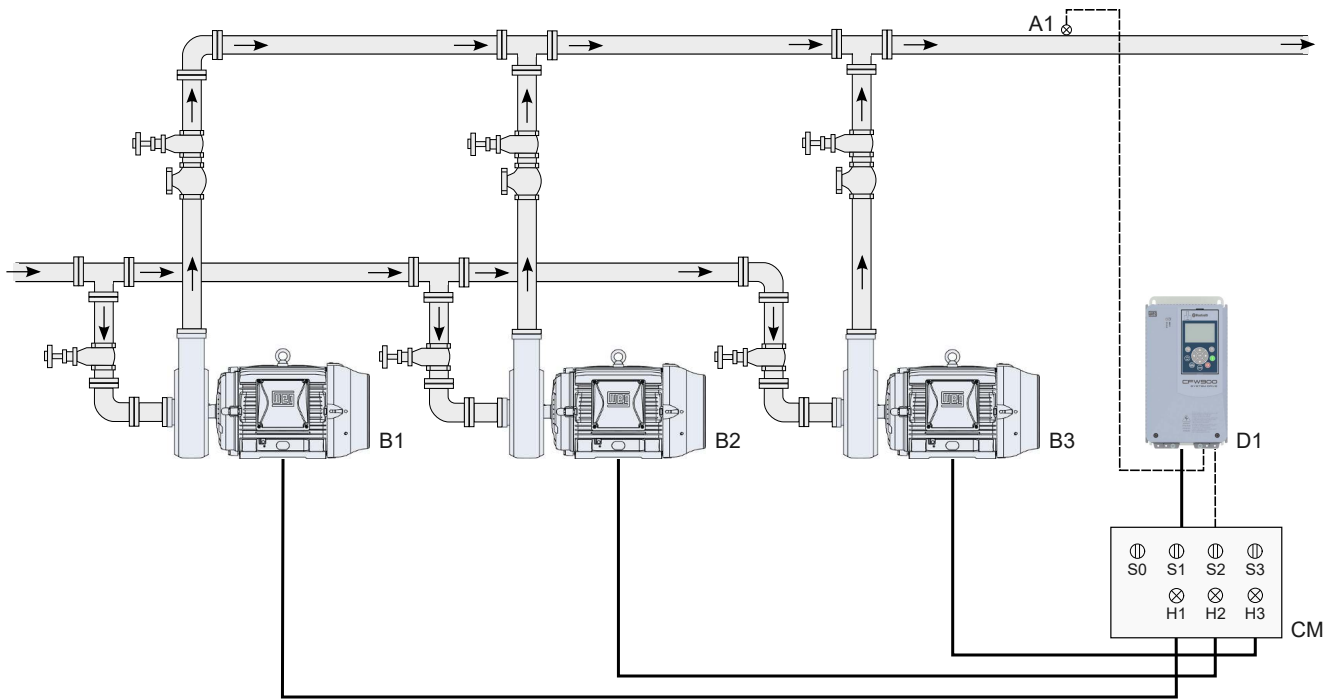
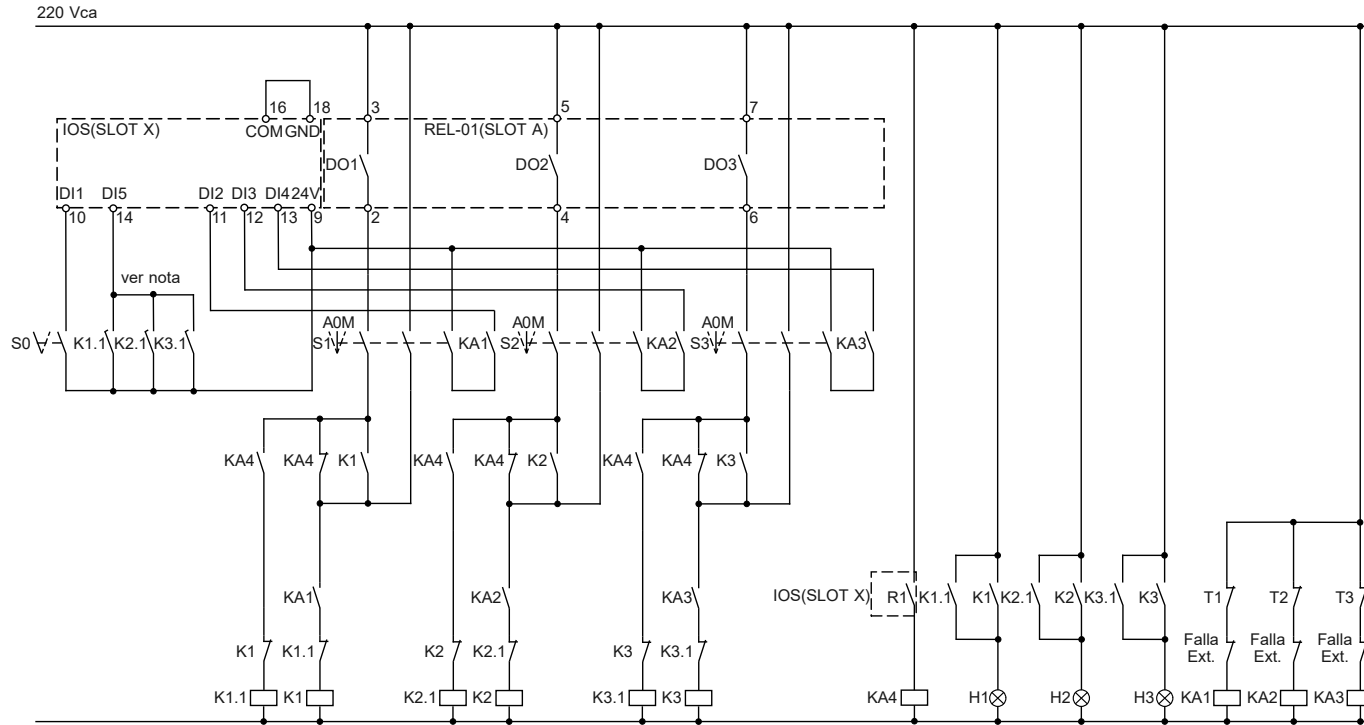

Figura 3.19: Aplicación Pump Genius Multipump con control cascada y setpoint (consigna) del control via HMI
Figura 3.22: Diagrama funcional para la aplicación Pump Genius Multipump con control cascada y tres bombas en paralelo
Se caracteriza por el hecho de que el sistema consiste en la asociación de dos a ocho bombas en paralelo y el convertidor de frecuencia CFW900 puede ser conectado (a través del contactor en la salida del convertidor comandado por una salida digital) y controlar la velocidad de cualquiera de las bombas, pero siempre la última bomba que se pondrá en marcha. Con el control del bombeo habilitado y con todas las bombas apagadas, la primera bomba a ser accionada es conectada al convertidor a través de lo mando de una salida digital. Cuando sea necesaria una bomba adicional, la bomba conectada al convertidor será conmutada a la red de alimentación y la siguiente bomba será accionada por el convertidor de frecuencia CFW900. El enclavamiento que impide que dos o más bombas estén conectadas a lo convertidor se hace de un modo eléctrico como en la Figura 3.22 en la pagina 3-28.
La Figura 3.19 en la pagina 3-24 muestra un accionamiento típico con tres bombas en paralelo y setpoint (consigna) del control vía HMI, siendo básicamente compuesto por:
Las señalizaciones H1, H2 y H3 no son necesarias para el funcionamiento del Pump Genius Multipump con control cascada, que se utilizan para indicar la condición de funcionamiento de las bombas en el cuadro de mando (CM). En la Figura 3.19 en la pagina 3-24, las señalizaciones H1, H2 y H3 vienen de contactos auxiliares de los contactores K1, K1.1, K2, K2.1, K3 y K3.1 que accionan las bombas 1, 2 y 3 como se muestra en la Figura 3.22 en la pagina 3-28.
La Figura 3.22 en la pagina 3-28 muestra el diagrama funcional de un sistema de bombeo con tres bombas en paralelo con control cascada.